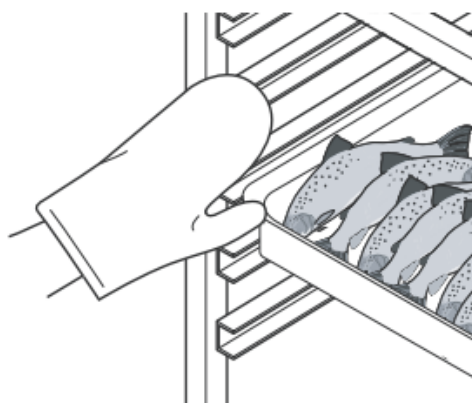

Рисунок 1
- Во время операций по загрузке аппарата рекомендуется использовать специальные термостойкие перчатки, чтобы предотвратить контакт с горячими противнями или тележками-шпильками (Рисунок 1);